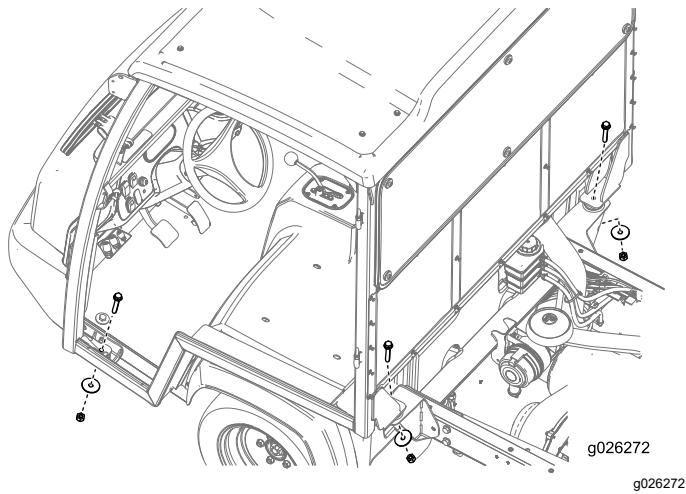

Bild 32
6. Befestigen Sie den Rahmen mit vier Schrauben ( $\frac{1}{2}$ "), vier Scheiben ( $\frac{1}{2}$ ") und vier Muttern ( $\frac{1}{2}$ ") an der Maschine, wie in Bild 32 abgebildet.